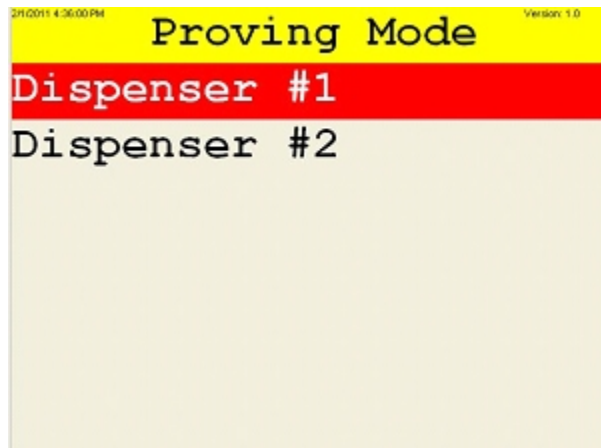

Figure 5
4) Using the ‘2’ key as “up” and ‘8’ key as “down”, select the dispenser that you want to operate (figure 5), then press ENT.
4) Choisir le distributeur à opérer à l'aide de la touche 2, pour monter, et de la touche 8, pour descendre (figure 5), puis appuyer sur ENT.